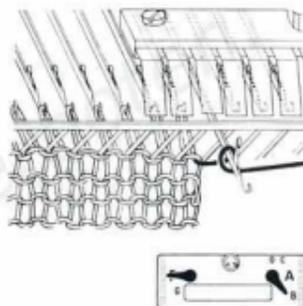

Fig. 42
**Rechts 1 Masche aufnehmen.** 1 Nadel aus der Nullstellung vorschieben, Garn entgegen dem Uhrzeigersinn um den offenen Nadelkopf winden, Nadel in Einlegstellung zurück. A-B-C-Hebel auf B, 1 Gang stricken, Fig. 42. Hebel auf A und weiterstricken.